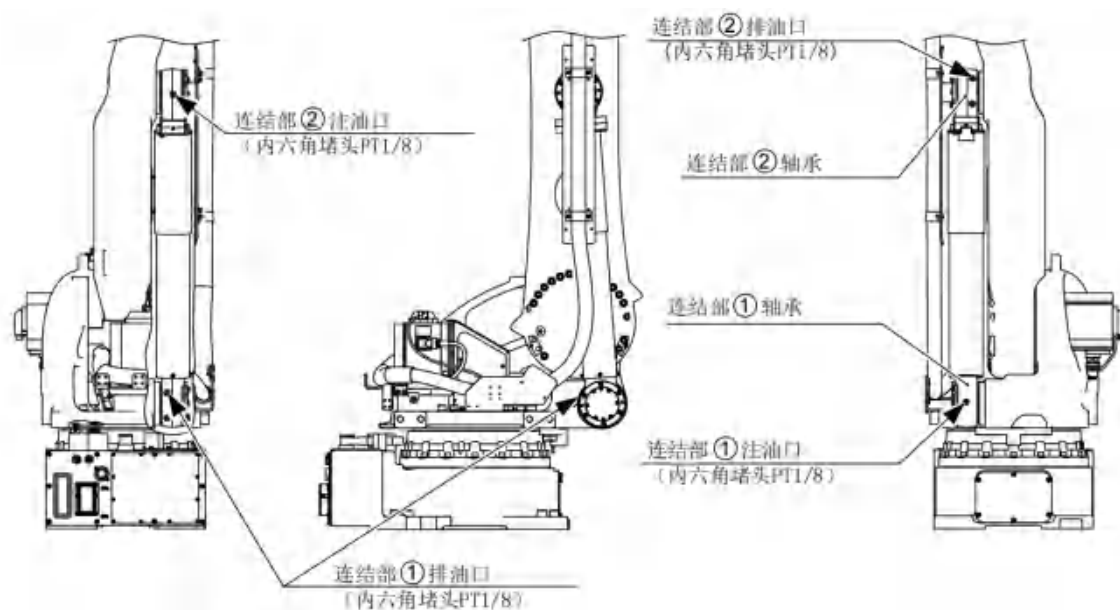

图 9-7：气体平衡器连接部构造
1. 取下连接部①、②注油口堵头。(参照「图 9-7“气体平衡器连结部构造”」)
2. 从连接部①、②注油口注油。
- 注入量： 连接部①8cc